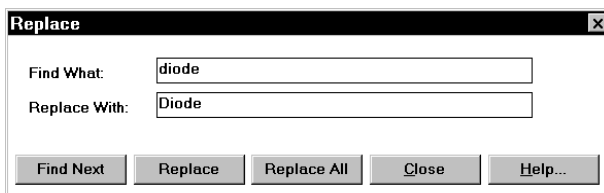

Figura 17. Cuadro de diálogo reemplazar
- 19) **Replace...** (Reemplazar). Esta opción abre el cuadro de diálogo de la Figura 17, que producirá una búsqueda y reemplazo de cualquier cadena de texto.